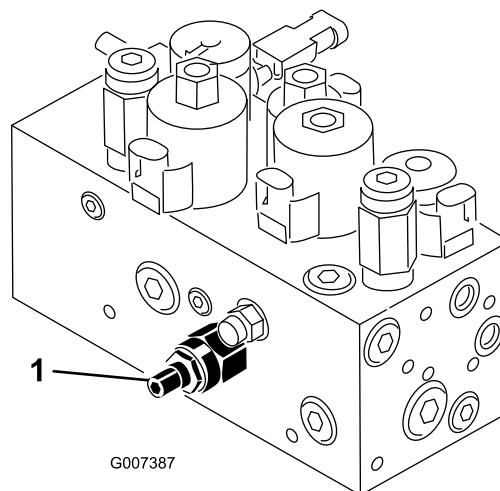

Figura 58
O circuito de elevação da unidade de corte encontra-se equipado com uma válvula de controlo de fluxo (Figura 58). Esta válvula é previamente configurada pelo fabricante, encontrando-se cerca de 3 voltas aberta, mas por vezes é necessário efectuar ajustes de modo a compensar diferenças na temperatura do óleo hidráulico, nas velocidades de corte, etc. Se for necessário algum ajuste proceda da seguinte forma:
- Levante o banco e localize a válvula de controlo do fluxo (Figura 58) montada ao lado do cilindro hidráulico para o apoio central.